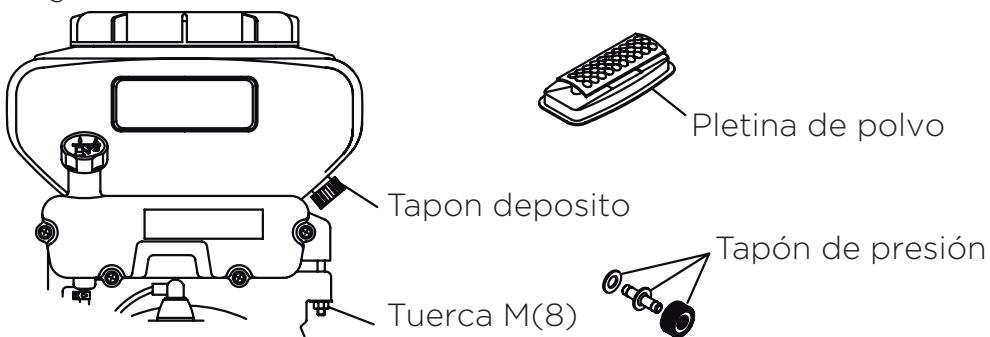

Figure 3
(2) Luego conectar la tubería de espolvoreo a la máquina como muestra la fig. 3